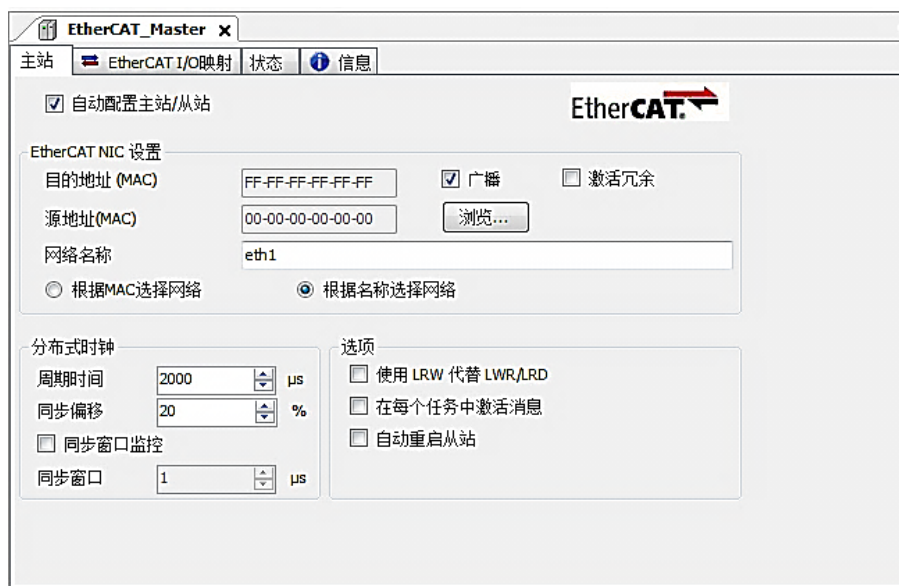

图 6.6 主站界面
**主站配置：**双击设备列表 EtherCAT 主站，弹出主站设置界面，如图 6.6 所示主站界面：
(1) 通用界面 (General)：